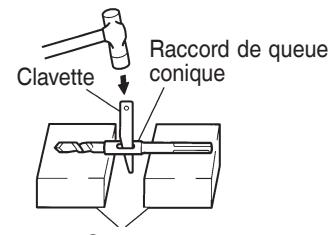

Fig. 14
- (2) Mettre l'appareil sous tension et percer un trou de base. Après avoir retirer la poussière avec une seringue, fixer le mandrin à la pointe du sabot et l'enfoncer dans le sabot avec un marteau.
- (3) Pour retirer la mèche à queue conique, insérer une clavette dans la fente du raccord de queue conique, placer un support sous le marteau rotatif, et frapper sur la clavette avec un marteau. (Fig. 14)
- (4) Pour retirer la mèche à queue conique, insérer une clavette dans la fente du raccord de queue conique, placer un support sous le marteau rotatif, et frapper sur la clavette avec un marteau. (Fig. 14)